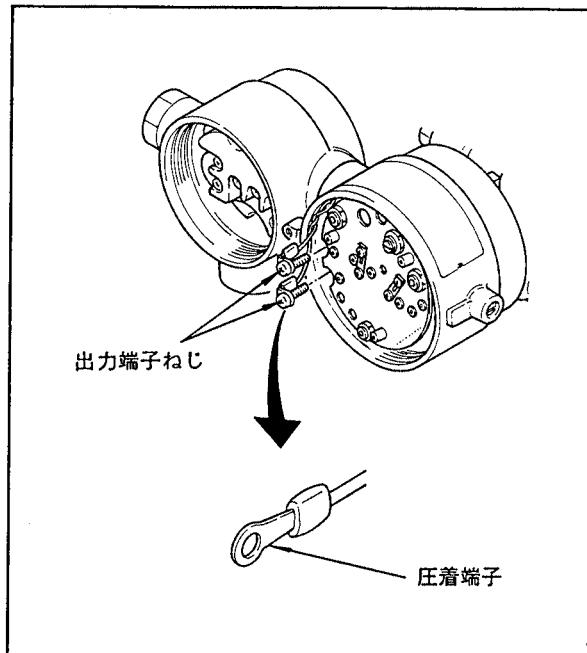

図6.5 リード線の取りはずし
- (1) 電源を切ります。
- (2) カバーを取りはずします。
- (3) プラスドライバで出力端子ねじをゆるめ、リード線をはずします（図6.5参照）。